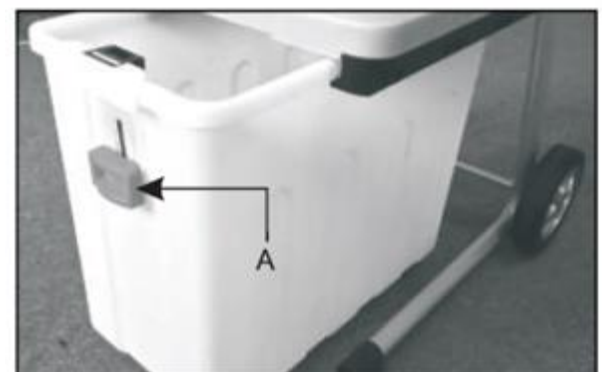

Fig. 2
1. Drücken Sie den Sicherheitsschalter (A) nach unten und schieben Sie den Auffangbehälter ins Fahrgestell. (Fig.2)
2. Ziehen Sie den Sicherheitsschalter (A) ganz nach oben!
2. Ziehen Sie den Sicherheitsschalter (A) nach unten (Fig.2).